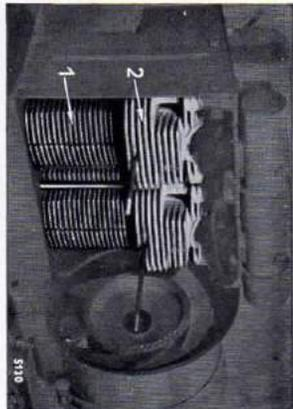

Fig. 12
Ces soins sont de toute importance lorsque les conditions de fonctionnement sont particulièrement sollicitées. Une croûte de poussière formée sur les ailettes de refroidissement des cylindres (1) et des culasses (2) - Figure 12 -, en particulier en présence d'huile et de combustible, abaisse considérablement la fonction de refroidissement de celles-ci.